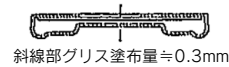
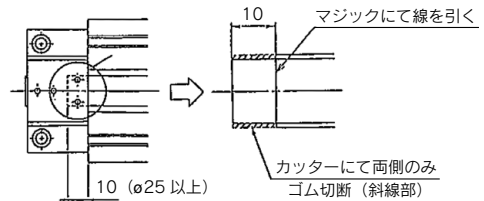

図1
図2
②組立
- 交換用ダストシールバンドは、ステンレス表面についているマスキングテープ(黒色)をはがし、あらかじめ図2の追加加工を施した上、^{注1)}図1のとおり全体にグリースを塗布します。
- 注1) 図1のように、グリースを均一に塗布してください。なお、グリースはリチウム石鹼基グリースの稠度、1号または2号をご使用ください。